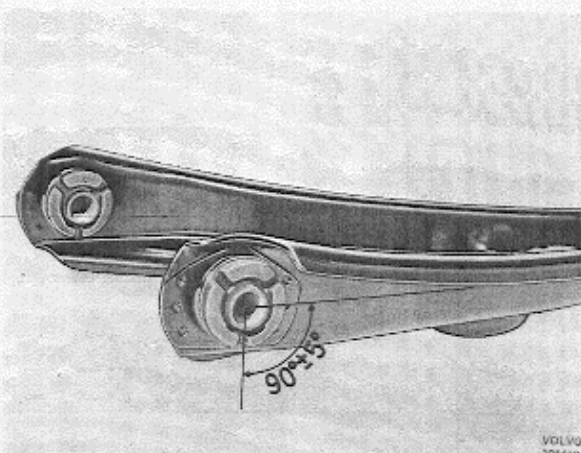

Abb. 44 Querlenkerbuchse für Fahrzeuge mit Gürtelreifen
**HINWEIS!** In Querlenker früh. Ausf. (bis einschl. Bauj. 1969) sind die Buchsen so einzupressen, daß jeder Bund in eine Richtung zeigt. In Querlenker spät. Ausf. (ab Bauj. 1970) sind beide Buchsen so einzupressen, daß ihre Bundseite im Sinne der Fahrtrichtung hinten liegt, s. Abb. 16. Bei Querlenkerbuchsen für Fahrzeuge mit Gürtelreifen muß außerdem die Aussparung im Verhältnis zu Längsrichtung des Querlenkers lotrecht nach unten zeigen, s. Abb. 44.